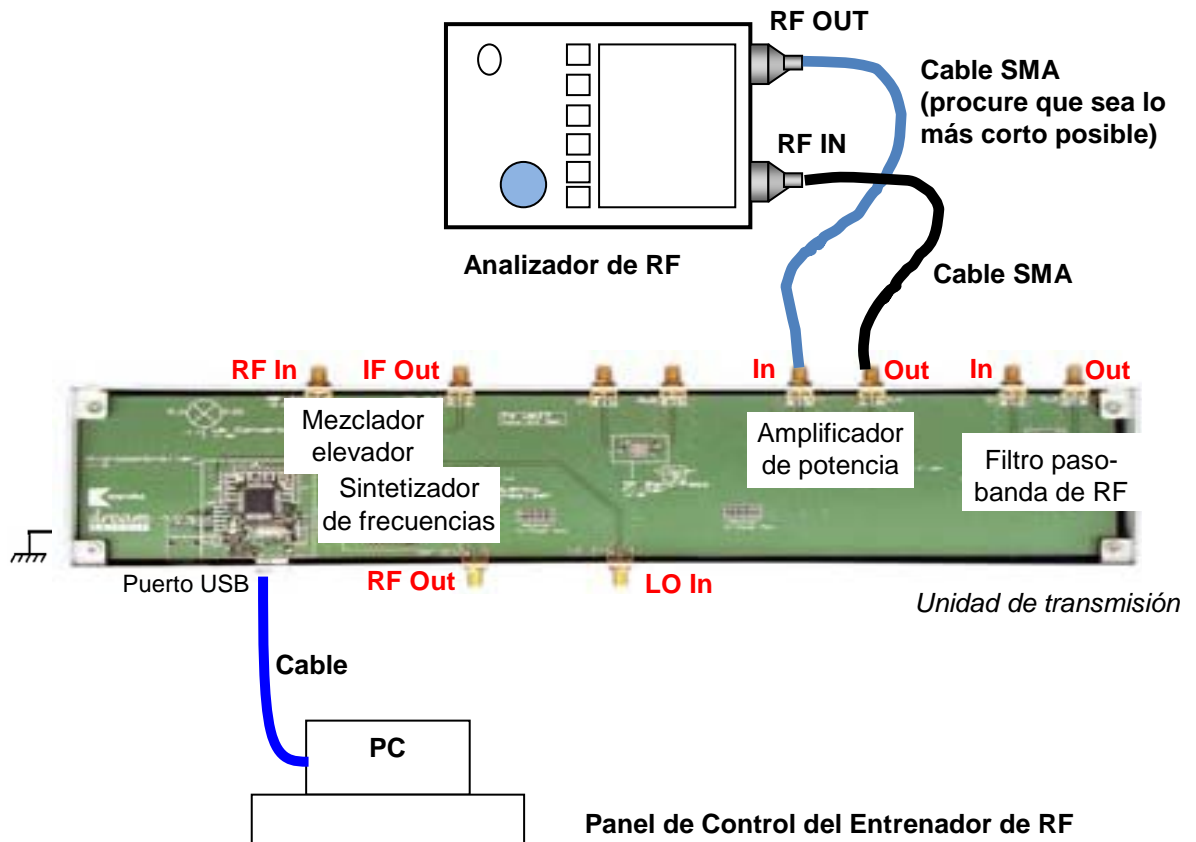

Figura 1 – Disposición General de los Equipos para Realizar Medidas en el PA con un RFA
3. Conecte el PA al N9912A como se muestra en la Figura 1.